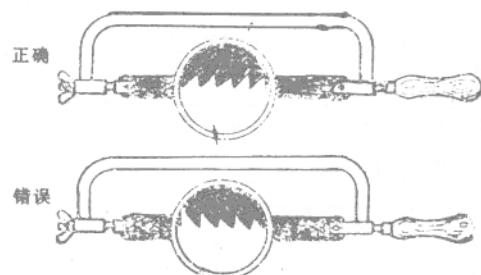

图 1—17 锯条锯齿方向
(2)安装锯条时,要注意锯齿尖端的方向应指向前进切削的方向(图1—17)。